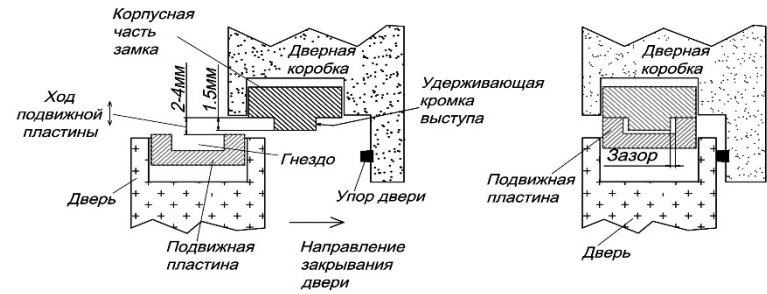

Рисунок 7
5.6 В закрытом положении двери между рабочими кромками на удерживающем выступе и в гнезде должен сохраняться гарантированный ЗАЗОР. При этом подвижная пластина якоря не должна защемляться из-за влияния уплотнения двери, деформации дверного полотна, неточной навески петель и других факторов, создающих «отдачу» двери при закрывании (рисунок 7).